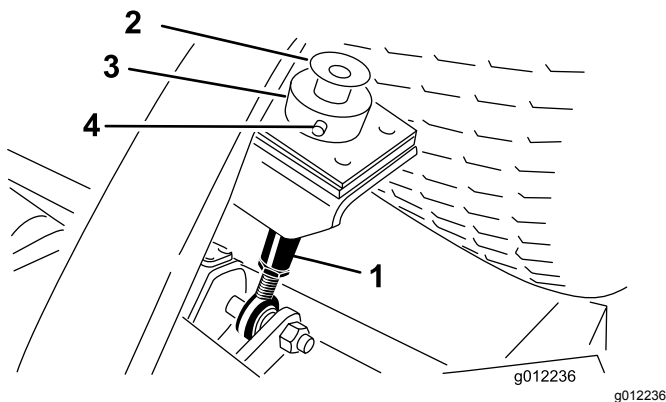

図 20
2. 各刈高ロッドの上部についているボルトとワッシャを外す 図 20。
3. カuttingユニット後部で、刈高ロッドに刈高カラーを固定しているヘアピンとクレビスピンを外す (図 20)。刈高カラーを外す。